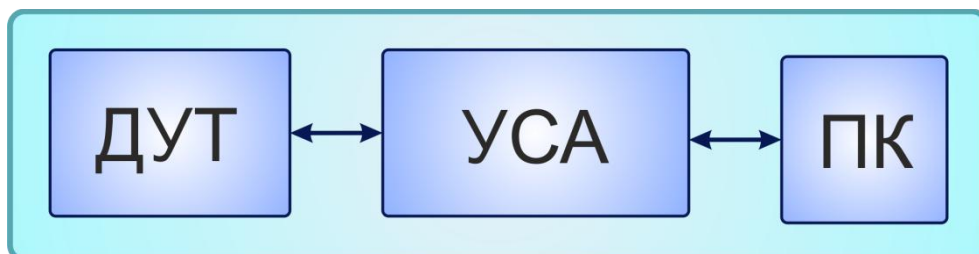

Рисунок 19 – Схема подключения ДУТ к ПК
2. Подключить датчик к ПК в соответствии с рис. 19.